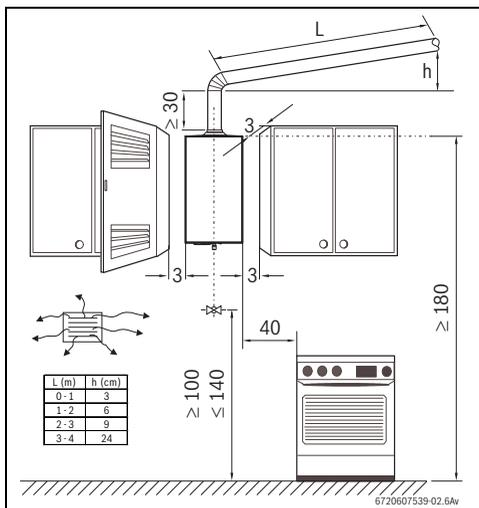

Fig. 9 Distancias mínimas (en cm)
- ▶ Respetar las medidas mínimas de instalación indicadas en la Fig. 9.
- Garantizar un buen acceso para realizar los trabajos de mantenimiento respetando siempre las distancias mínimas indicadas en la Fig. 9.